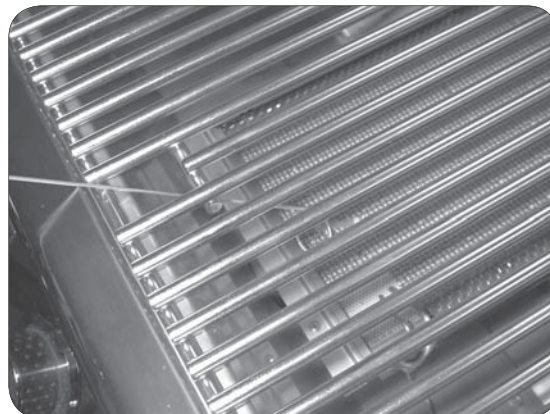

Fig. 14-2 - Éclairage manuel
2. Insérez un allumeur brûlant de butane de long-baril, une allumette brûlante de long-tige, ou une allumette brûlante tenue par un support de prolongation de fil par la grille à cuire s'ouvrant au dessus du brûleur (fig. 14-2).
4. Si le brûleur ne s'allume pas, enfoncez immédiatement le bouton et tournez la valve à AU LOIN. ATTENDEZ CINQ (5) MINUTES avant de répéter les étapes 2 à 4 des instructions manuelles d'éclairage.